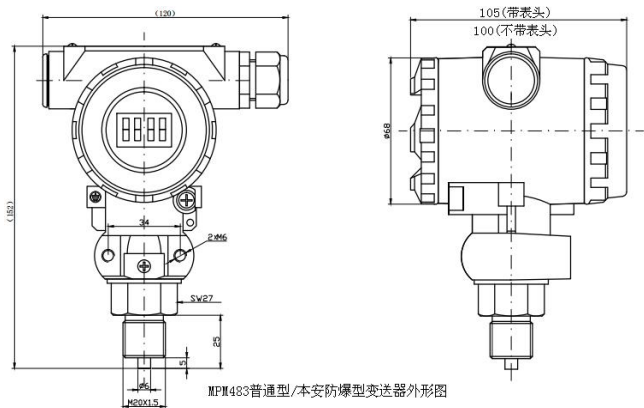

图 1
3.1.1 普通型/本安防爆型变送器结构及外形尺寸如图 1：